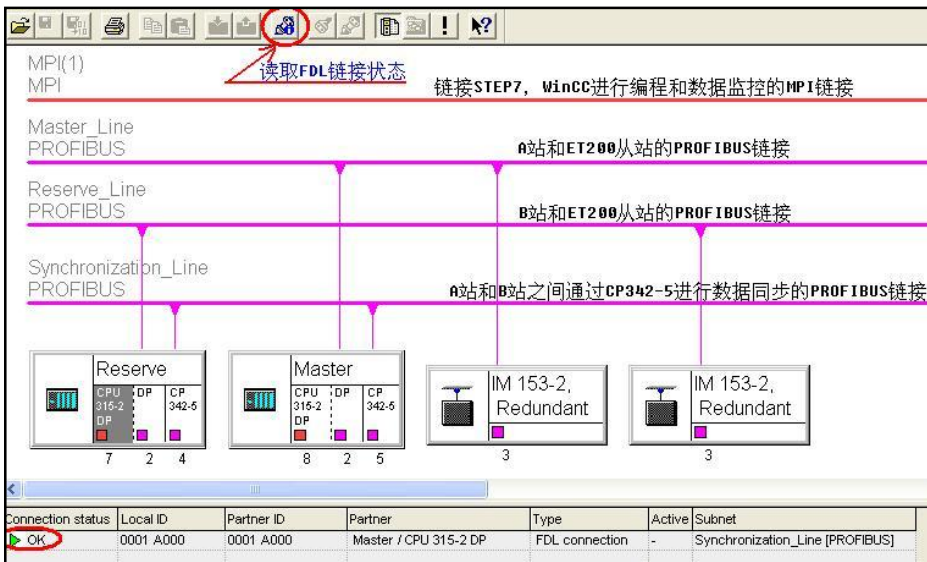

图7-7 系统的网络结构
(1) 插入两个 S7-300 的站，A 和 B，在 A 站和 B 站的硬件组态窗口中，插入 315-2DP 时，要分别创建相互独立的 PROFIBUS 网络（如 A 站为 Master_Line、B 站为 Reserve_Line），使用网络的默认参数，速率为 1.5M，并将站地址设定为 2，A 站和 B 站的 PROFIBUS DP 集成通讯口设定为主站模式（Master Mode）。
(2) 分别在 A、B 站中插入 CP342-5 模块，连接到同一个 PROFIBUS 网络上（Synchronization_Line），地址分别为 4、5，将 CP342-5 设定为 No DP 方式，并记录 CP342-5 的硬件地址 256。
(3) 分别在 A、B 站的硬件组态窗口中插入一个 ET200 从站（一个 IM153-2 模块和一个 16 入/16 出的数字量模板），DP 的地址为 3。
(4) 进入 STEP7 的网络组态窗口 NETPRO 中，选中 A 站的 CPU 点击鼠标右键，插入一个新的链接，选择 FDL Connection，点击 Apply，弹出链接属性窗口，记录链接的 ID，设定 LSAP 为 17，18，存盘编译网络组态。系统的网络结构如图 7-7 所示：